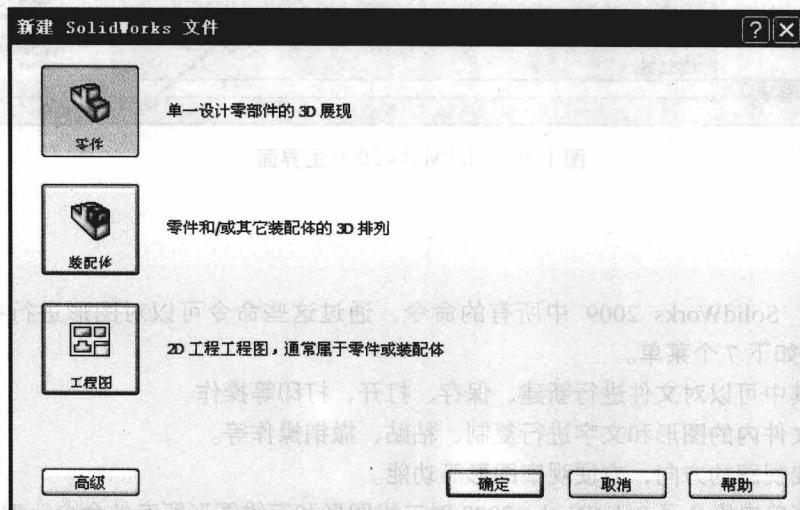

图 1-3 “新建 SolidWorks 文件”对话框
- (1) 进入 SolidWorks 2009 主界面以后，单击【文件】→【新建】菜单命令，弹出如图 1-3 所示的对话框。
- (2) 按键盘组合键【Ctrl+N】，新建文件。
- (3) 单击右上角的“新建”按钮，新建文件。